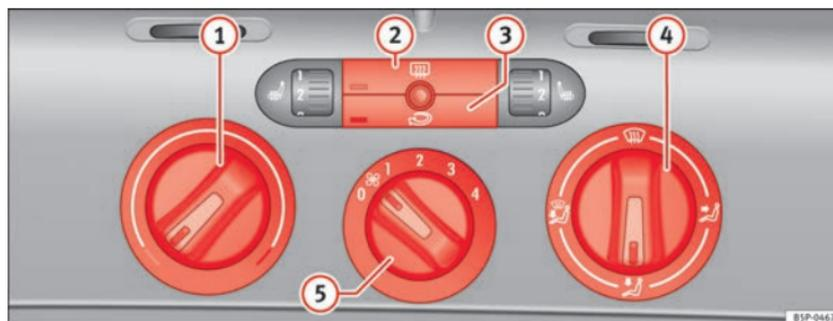

Fig. 129 Comandos do aquecimento no painel de instrumentos
- Com os reguladores ⇒ Fig. 129 ① e ④ e com o comando ⑤ regula-se a temperatura, a distribuição do ar e a velocidade da turbina.
- Pressionar o respectivo botão ② ou ③, para ligar e desligar uma função. Quando a função está activa, a janela que se encontra no canto inferior esquerdo do botão ilumina-se.